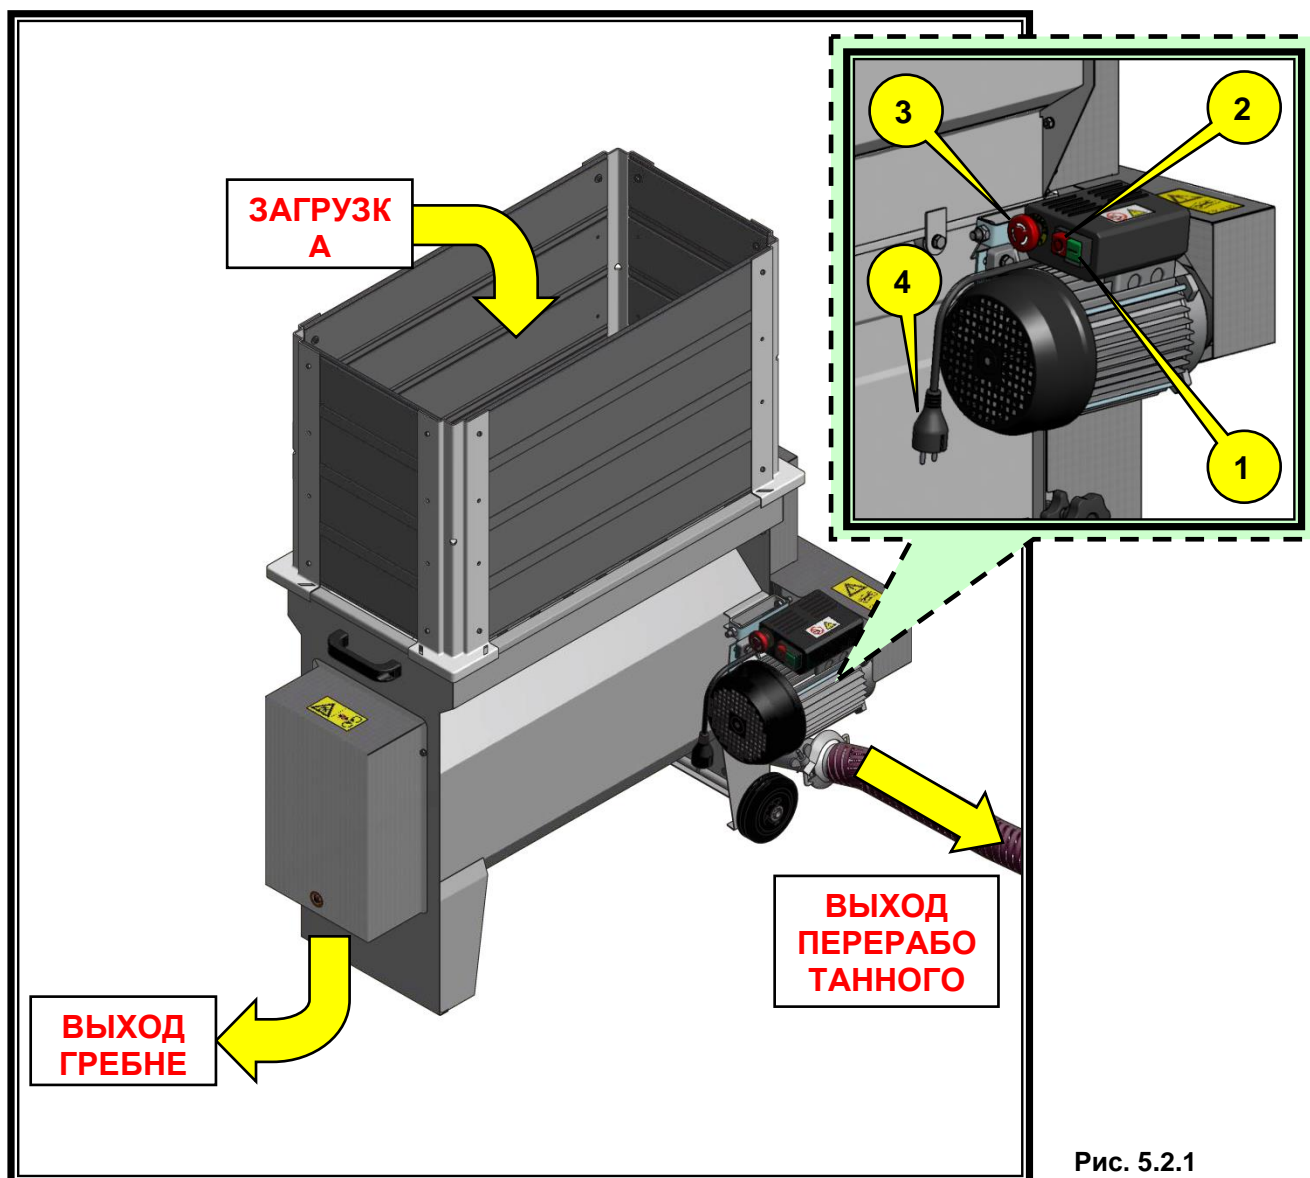

Рис. 5.2.1
Для запуска машины выполнить следующие операции (см. рис. 5.2.1):
- 3) из задней части машины выходят гребни, а из насоса — переработанный продукт (см. рис. 5.2.1).
- 2) выключить машину, нажав кнопку остановки 2 или кнопку аварийного останова № 3 на рис. 5.2.1;
- 4) вынуть вилку питания № 4 на рис. 5.2.1.